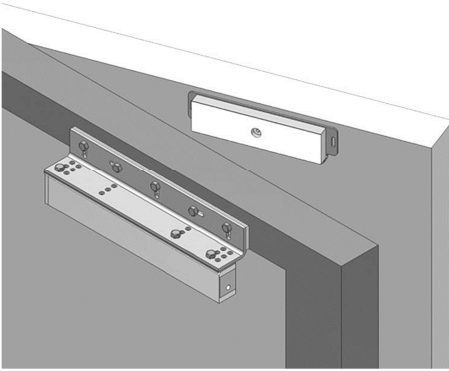

Рис.2 Установка замка на угольник
Для крепления корпуса замка при помощи угольника (см. Рис.2) на полке угольника предусмотрены шесть пар отверстий диаметром 6,5мм, выполненных с шагом 10мм, предназначенных для регулировки совмещения рабочих поверхностей. Планка (2) под полкой угольника служит для исключения удара торца якоря о кромку угольника в процессе работы.